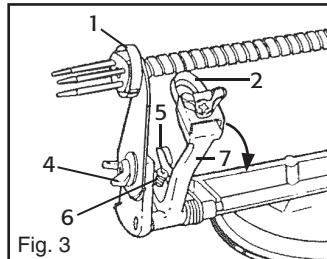
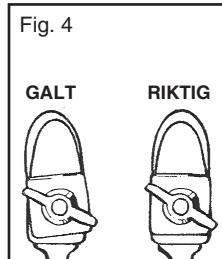

Fig. 3
Fig. 4
4. Sveiv på håndtaket for å flytte akselen innover. Pass på at epleholderen kan passere fritt gjennom ringen (1). Hvis ikke må vingemutteren (4) løsnes og skjærebladet (2) justeres slik at holderen passerer fritt. Vingemutteren skrues så til igjen. Fig. 3.
5. Skrellearmen (7) er justert for en avstand på ca. 1 cm mellom skallbladet og epleholderens bredeste del, fra produsent. Avstanden kan justeres med justeringsskruen (6).
6. Skrellebladet skal alltid være sentrert på armen og stikke ut ca. 3 mm fra armen. Se fig. 4.
7. Trekk armen (7) bakover og skyv låsespaken (5) framover når du skal låse armen i utfelt posisjon for å forhindre at frukten setter seg fast eller når du vil skive opp eplet uten å skrelle det.